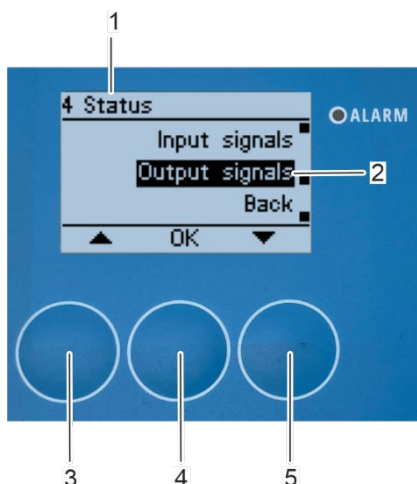

Figura 178: Abrir el submenú «Señales de salida»
3. Pulse [Aceptar] (Figura 1776) para regresar al submenú «4 Estado» (Figura 178/1).
⇒ Aparecerá en pantalla el submenú «4 Estado» (Figura 178/1).
1. Seleccione el submenú «Señales de salida» (Figura 178/2) mediante los botones de flecha [arriba] (Figura 178/3) y [abajo] (Figura 178/5).
2. Confirme la selección pulsando [Aceptar] (Figura 178/4).